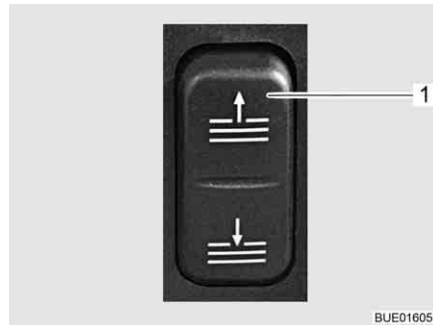

Bild 37 Brytare solskydd
- Tryck på övre eller undre delen av knappen (Bild 37,1). Solskyddet rör sig uppåt eller nedåt så länge knappen hålls inne.